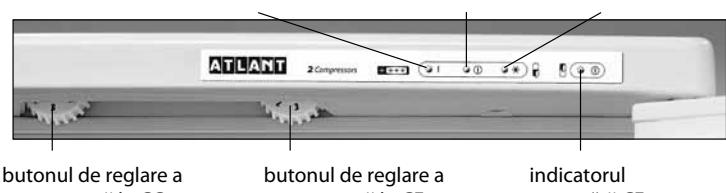

Figura 3 — Masca frigidierului
2.1.2 Frigidierul are indicatori de lumină în conformitate cu figura 3:
La conectarea frigiderului, pe mască se aprind indicatoarele de conectare a camerelor și indicatorul de temperatură ridicată în CC în conformitate cu figura 3. La scăderea temperaturii în frigider indicatorul temperaturii ridicate se va stinge automat.